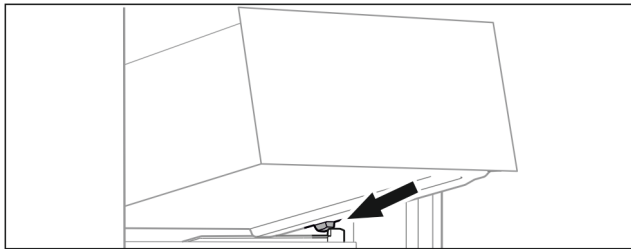

Fig. 98
- ▶ 将抽屉斜放在容器肋梁上的止动器后面。(参见 Fig. 98)